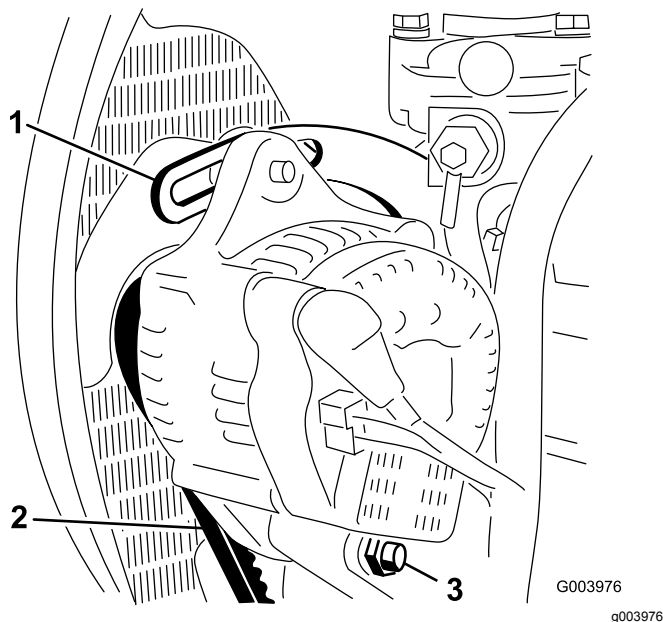

Рисунок 54
2. Проверьте натяжение ремня генератора, надавив на него (Рисунок 54) посередине между шкивами генератора и коленчатого вала с усилием 10 кг.
4. Ослабьте болт крепления скобы к двигателю (Рисунок 54), болт крепления генератора к скобе и болт оси поворота.